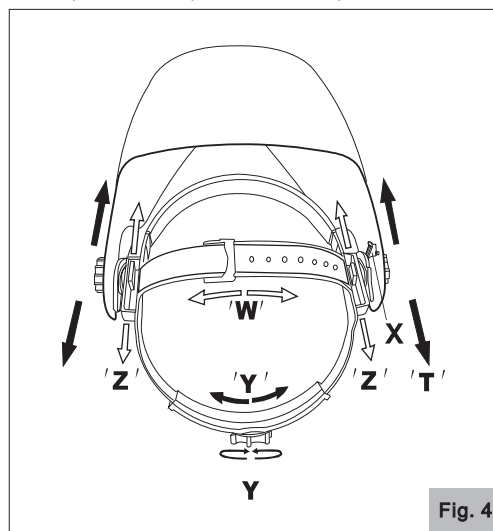

Fig. 4
4.1. Parte superiore (vedi "W", Fig. 4)
4.2. Regolazione del sistema Ratchet (cfr. "Y", Fig. 4)
4.3. Regolazione longitudinale (cfr. "Z" e "T", Fig. 4)
4.4 Regolazione dell'inclinazione (cfr. "X", Fig. 4)